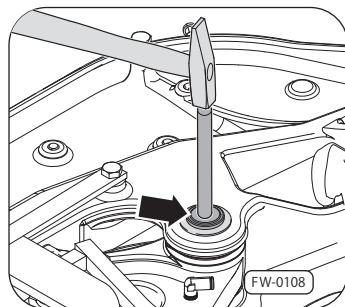
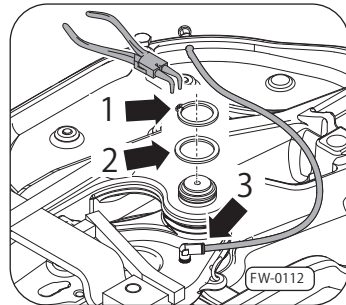

図23 ピンの取り外し
図26 ピンの固定
6. 図23の矢印のピンをカプラー・ジョーから図のような工具を用いて取り外して下さい。
4. サポート・ワッシャー（図26の部品2）と一緒にピンを図23の様に挿入し、サークリップ（部品1）を固定して下さい。